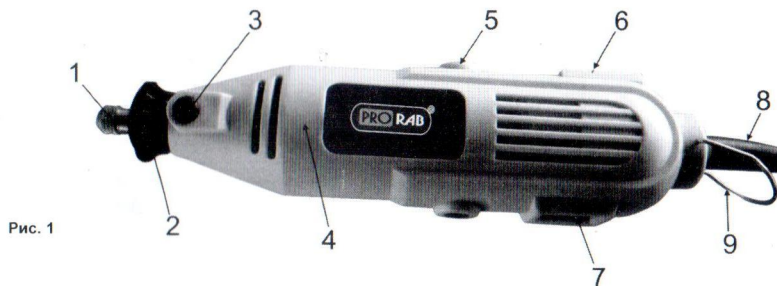

Рис. 1
- Для откручивания / закручивания гайки патрона нажмите кнопку фиксации шпинделя (стопор вала)(3)(См. Рис.1).
- Открутите гайку цангового патрона (1)(См. Рис.1). Если гайка цанги очень сильно закручена, то для откручивания цанги используйте специальный ключ, который входит в комплект поставки гравера.
- Для установки / снятия расходного инструмента необходимо нажать на кнопку фиксации шпинделя (стопор вала)(3)(См. Рис.1; 5).
- Пропустите ось рабочей насадки через гайку (1) и вставьте ее в цангу.
- Гайка цанги (1)(См. Рис.1) должна быть надежно закручена.
- Открутите пластиковый фланец (воротник) шпинделя (2)(См. Рис.1).
- Открутите гайку цангового патрона (1)(См. Рис.1).
- Теперь Вы можете подвесить корпус гравера за специально предназначенную для этого скобу (9)(См. Рис.1; 7).
- Для включения гравера - нажмите на клавишу пускового выключателя (7)(См. Рис.1). Переведите ее в положение «ВКЛ» (ON / I).